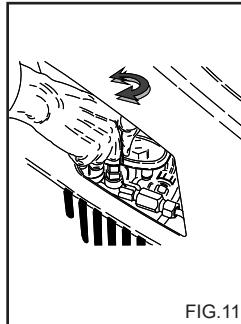

FIG. 11
Det här kapitlet innehåller bara de modeller som är försedda med tryckregulator. Med tryckregulatorn fig. 11, kan operatören ställa in arbetstrycket. Driftryck minskar då ratten C vrids motsols mot (B) (minimum).